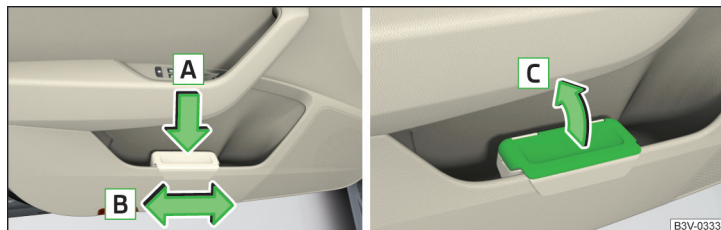

Fig. 112 Recipientul pentru reziduuri: introducerea sau deplasarea/deschiderea
- Apăsați recipientul pentru reziduuri în partea din spate în sensul săgeții **A** » fig. 112.
- Scoateți recipientul pentru reziduuri în sens contrar săgeții **A** » fig. 112.
- Ridicați capacul în sensul săgeții **C** » fig. 112.